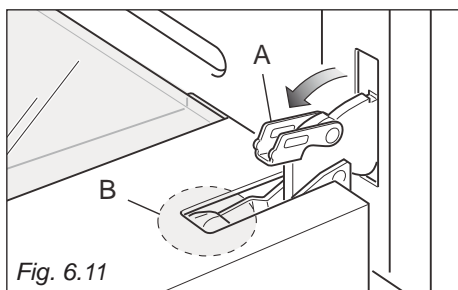
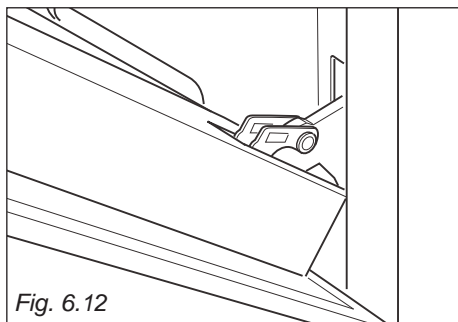

Fig. 6.11
Fig. 6.12
- Låsebøjlerne "A" åbnes på højre og venstre side (Fig. 6.11).
- Luk forsigtigt ovnlågen (Fig. 6.12), indtil venstre og højre låsebøjer "A" hægtes til hængslerne "B" på ovnlågen (Fig. 6.11).